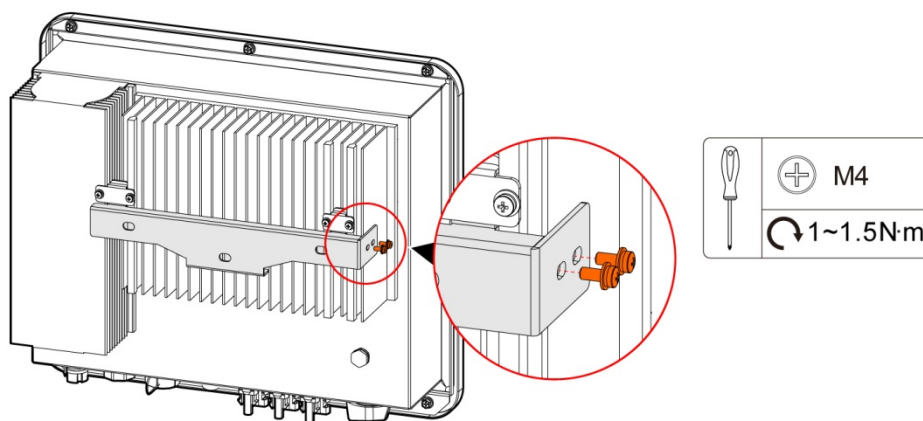

Figura3-12 Fixação do inversor
- Etapa 6 Fixe o inversor ao suporte de instalação pelo parafuso de combinação de aço inoxidável M4*10 equipado e depois trave-o, como exibido na Figura3-12.